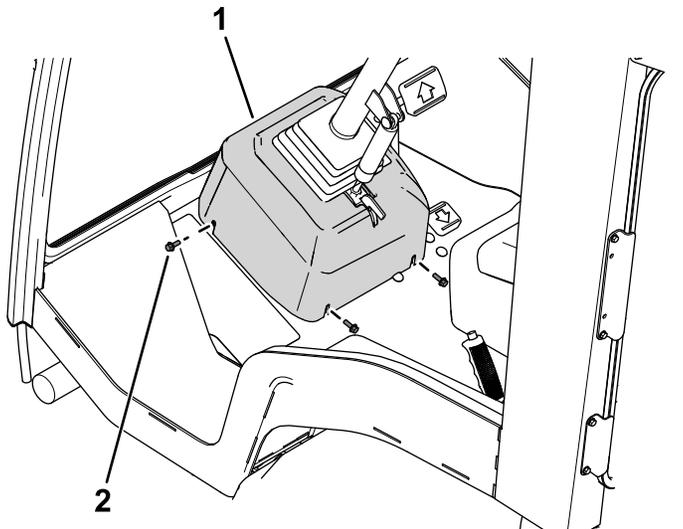

Figure 1
1. Retirez les fixations et soulevez le couvercle du mécanisme de direction pour le déposer (Figure 1).